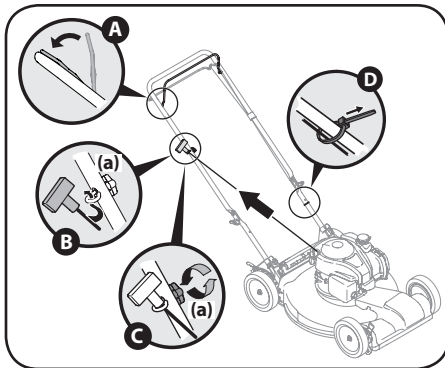

Figure 2-6
- Le guide de la corde du démarreur est installé sur la droite du guidon supérieur. Desserrez le boulon à oreilles qui maintient le guide de la corde en place. Voir la Figure 2-6.
- Dégagez lentement la poignée du démarreur à lanceur du moteur et faites passer la corde dans son guide. Voir la Figure 2-6.